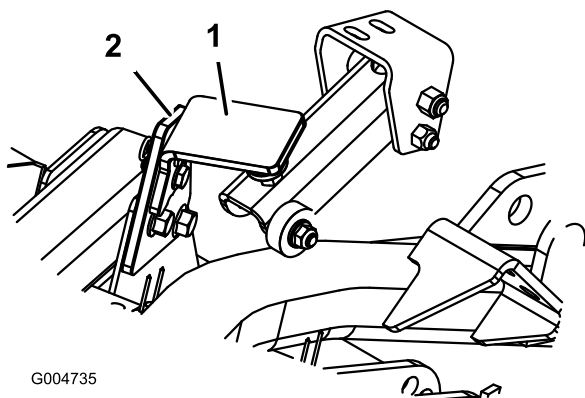

Figura 79
2. Retire el pasador de horquilla y el pasador que fijan el cierre de transporte de la carcasa a la placa del cierre (Figura 79). Gire el cierre hacia la parte trasera de la carcasa.